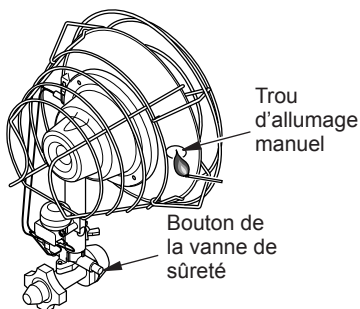

Figure 4 - Allumage de l'appareil de chauffage avec une allumette
2. Placez une allumette allumée près de l'avant de l'élément de chauffage (l'écran grillagé) du brûleur que vous allumez en utilisant le trou situé sur le côté du réflecteur. Voir figure 4.
3. Appuyez sur le bouton de la soupape de sécurité qui laisse entrer le gaz au brûleur (voir figure 4).